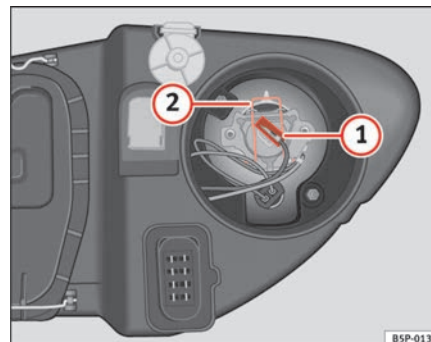

Fig. 190 Luz de carretera
- Extraiga el conector ⇒ fig. 190 ② de la lámpara.
- Presione el resorte ⇒ fig. 190 ① hacia dentro y hacia la derecha.